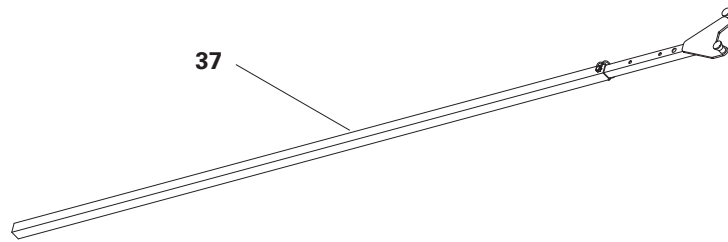

Fig. D1.04
La barre de montage DUO (37) s'utilise pour le montage et le démontage des panneaux DUO. La longueur est réglable de 2,15 m à 3,85 m en trame de 7,5 cm. (Fig. D1.04)